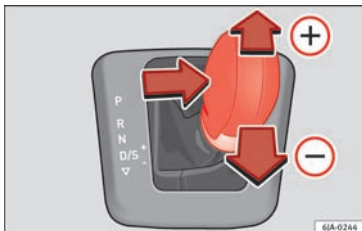

Fig. 177 Gearvælger: tiptronic
- Vip gearvælgeren let fremad mod **(+)** » Fig. 177.
- Vip gearvælgeren let tilbage mod **(-)** » Fig. 177.